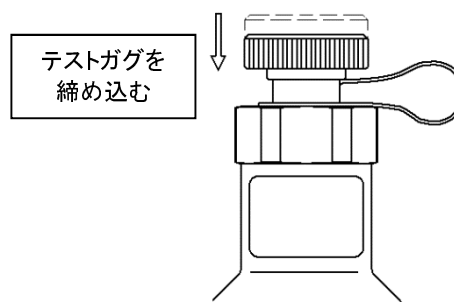

図8
- 7) テストガグを手動にて締め込んで減圧機能状態に戻してください(図8)。